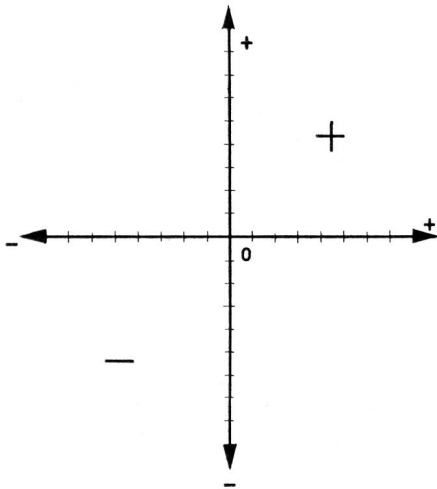

Fig. 95
e) Wenn das Vorzeichen der graphischen Darstellung wechselt, genügt es, die Achsen vom Nullpunkt aus in die andere Richtung zu verlängern, und darauf die entsprechende Einteilung fortzusetzen, wobei diese nun aber negativ genannt wird (Fig. 95).